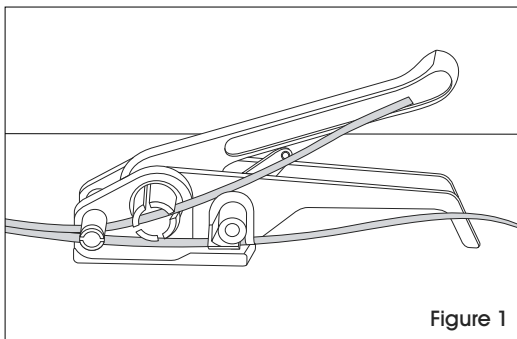

Figure 1
3. Insérez l'extrémité plus courte du feuilard sous le plateau de préhenseur et la roue du couteau, en laissant environ 12,7 cm (5 po) de feuilard sur l'extrémité avant. (Voir Figure 1)